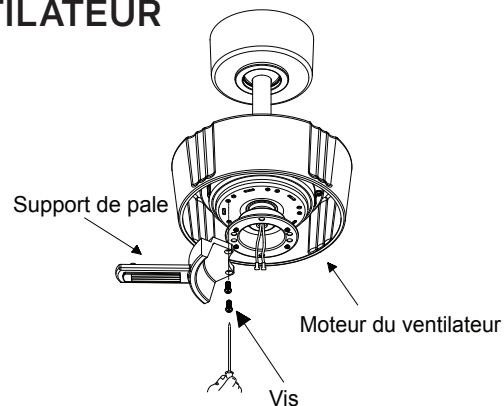

Fig. 16
Étape 1. Fixez les pales sur le moteur du ventilateur en serrant la vis de support de pale sur le moteur du ventilateur. (Fig. 16)